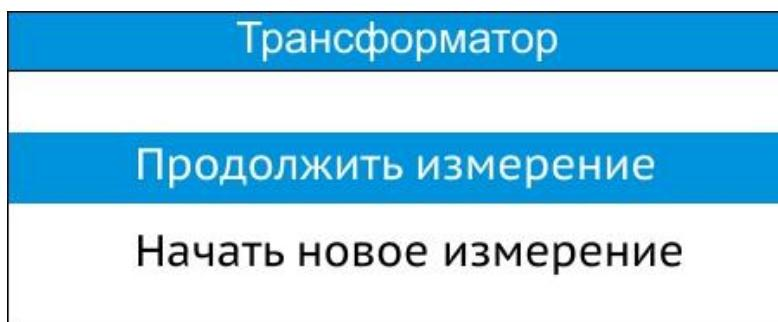

Рис. 8. Диалоговое окно продолжения измерений в режиме «Трансформатор».
**4.3.4.** Если в текущем сеансе работы прибора (после включения питания) уже выполнялись измерения в данном режиме, то соответствующее диалоговое окно (рис. 8) предоставит возможность их продолжить, либо, при необходимости, начать новые.